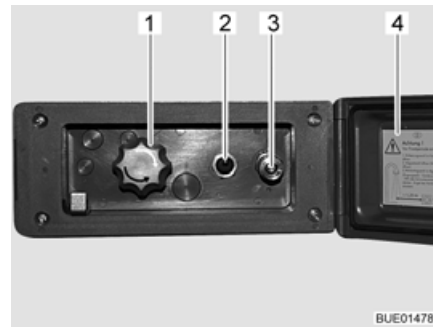

Fig. 127 Raccordo doccia esterno
- Sganciare ed aprire il coperchio (Fig. 127,4).
- Collegare il tubo flessibile della doccia esterna alla chiusura rapida (Fig. 127,3).
- Accendere la pompa dell'acqua con l'interruttore (Fig. 127,2).
- Regolare la temperatura dell'acqua ai gradi desiderati mediante la manopola (Fig. 127,1).
- Spegnere la pompa dell'acqua con l'interruttore (Fig. 127,2).
- Chiudere il coperchio (Fig. 127,4) e bloccarlo con la chiave.
- Ruotare la manopola (Fig. 127,1) sulla posizione centrale.